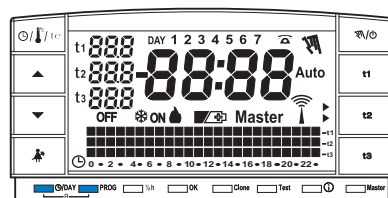

fig. 27
- Para cancelar los datos registrados presionar (por 2 seg.) las teclas \odot /DAY y PROG. En la pantalla aparecen todos los segmentos iluminados (autotest general (fig. 27/28)).